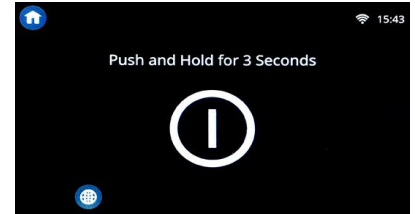

Abbildung 1
4. Halten Sie auf dem Bedienfeld die Taste  3 Sekunden lang gedrückt, bis sich die Fritteuse einschaltet (siehe Abbildung 1).